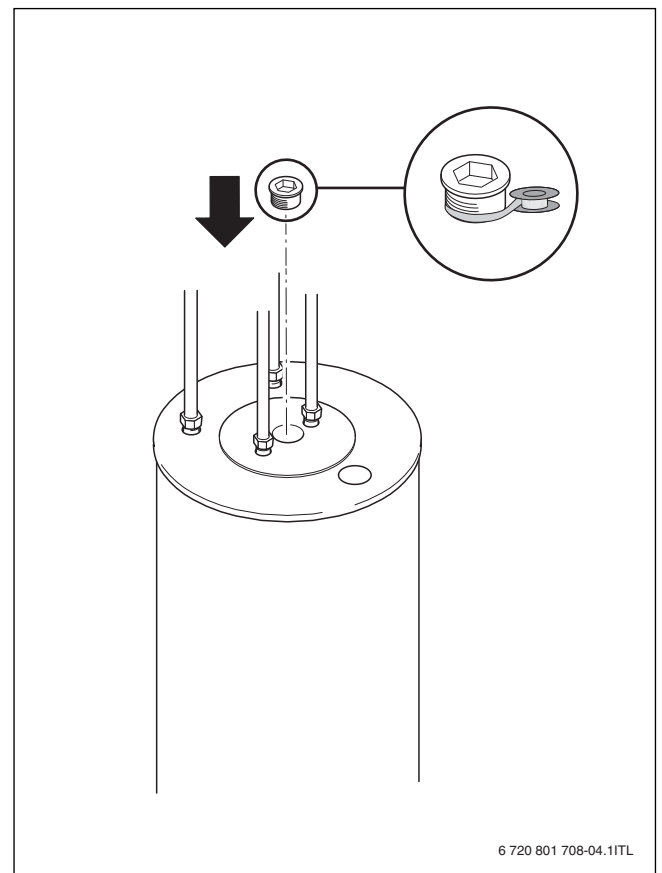

Fig. 17
- ▶ Procéder à l'étanchéité du bouchon sur la fenêtre de contrôle (→ fig. 17, page 69).